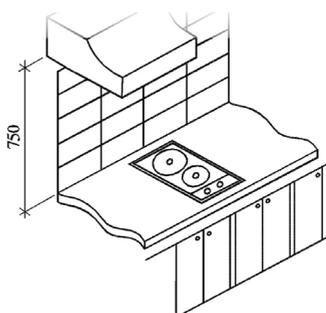

Fig. 8
Prever no tampo onde o cooktop será instalado uma abertura com as dimensões indicadas na Figura 7, assegurando-se que sejam respeitadas as dimensões mínimas do espaço no qual o aparelho deve ser instalado [Fig. 8].
- Considerar 750 mm como distância mínima, em relação aos queimadores, para um móvel suspenso [Fig. 8].